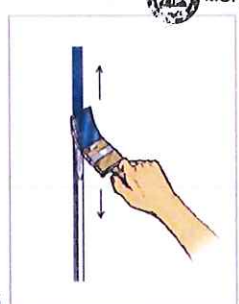

Fig. 5
2. Antes de usar la pintura esmalte, pasar con la brocha una mano de pintura anticorrosiva (sincromato), para proteger el hierro de la humedad. Una vez que la pintura anticorrosiva se encuentre seca proceder a pasar la pintura esmalte 2 manos o 2 veces (Fig. 5).